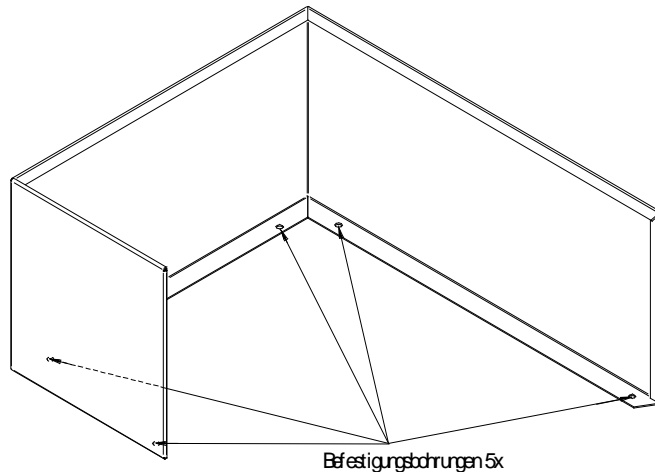
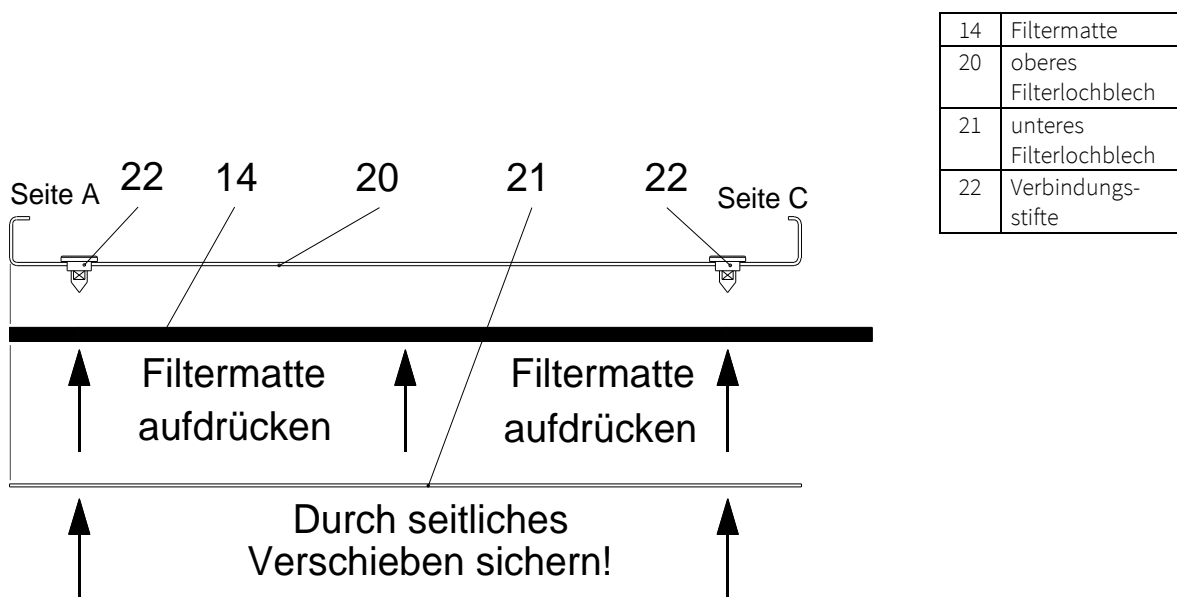

Abb. 2 Spritzschutz
Abb. 3: Zusammenbau des Filtereinsatzes
(siehe Abb. 1 Seite 5 u. Abb. 3 u. 4 Seite 10)
10. Filtereinsatz einbauen, wobei die drei überstehenden Filtermattenränder nach oben umgeschlagen, siehe Abb. 3 u. 4 Seite 10, an den Behälterwänden anliegen müssen.
11. Sprührohr einsetzen und Überwurfmutter (3) von Hand anziehen.
12. Lochdeckel (2) zuklappen.
(siehe Abb. 2 Seite 9 und Abb. 3 u. 4 Seite 10)
2. Alte Filtermatte (14) herausnehmen (Gummi-Handschuhe verwenden!).
- Filtermatte auf die angeschweißten Verbindungsstiften (22) des an beiden Enden abgewinkelten Filterlochblechs (20) aufdrücken, siehe Abb. 2. Filtermatte muß auf Seite A des Lochblechs (20) bündig abschließen, siehe Abb. 2 u. 3. Auf Seite D u. B muß sie etwa gleich weit überstehen. Auf Seite C steht sie ebenfalls über.
4. Filterlochblech (21) auf die Verbindungsstifte (22) setzen, andrücken und durch seitliches Verschieben sichern.